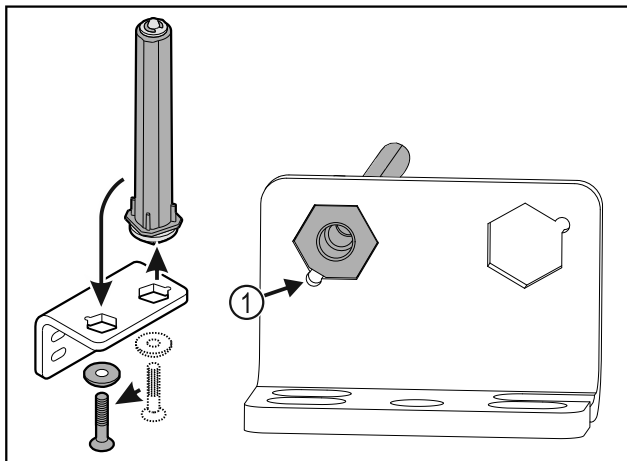

Fig. 25
- Bodite pozorni, da pri vstavljanju izravnalne točke sornika Fig. 25 (1) kažejo v smeri okrogle luknje.